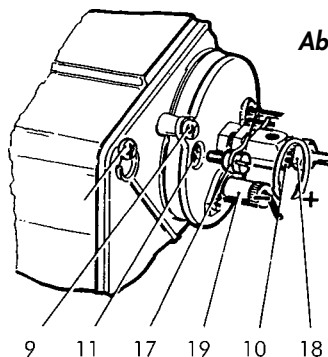

Abb. 8
- Die Flamme sowohl über die Einstellung der Luft mit der Schraube (13) und dem zugehörigen Stellring (12) als auch über Vorschieben und Rückziehen des Düsenträgers (10) regulieren; für die letztere Einstellung die Schraube (17) betätigen.
- Es wird empfohlen, das Rohr vorzuschieben ("+"), um hohe Durchsätze nahe dem Höchstwert zu erreichen, und es für niedrige Durchsätze zurückzuziehen ("-") (siehe Abb. 8).